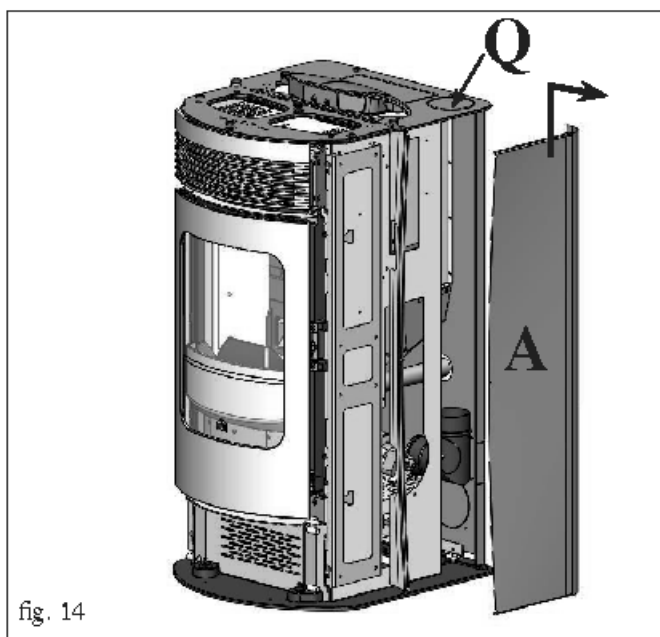

fig. 14
- Fjern lukkedækslet (Q - fig. 14)